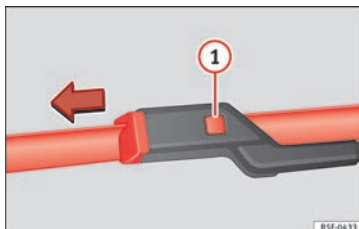

Fig. 80 Sostituzione delle spazzole dei tergicristalli.
- Mantenere premuto il tasto di sblocco » **fig. 80 1** tirando leggermente la spazzola nel senso della freccia.